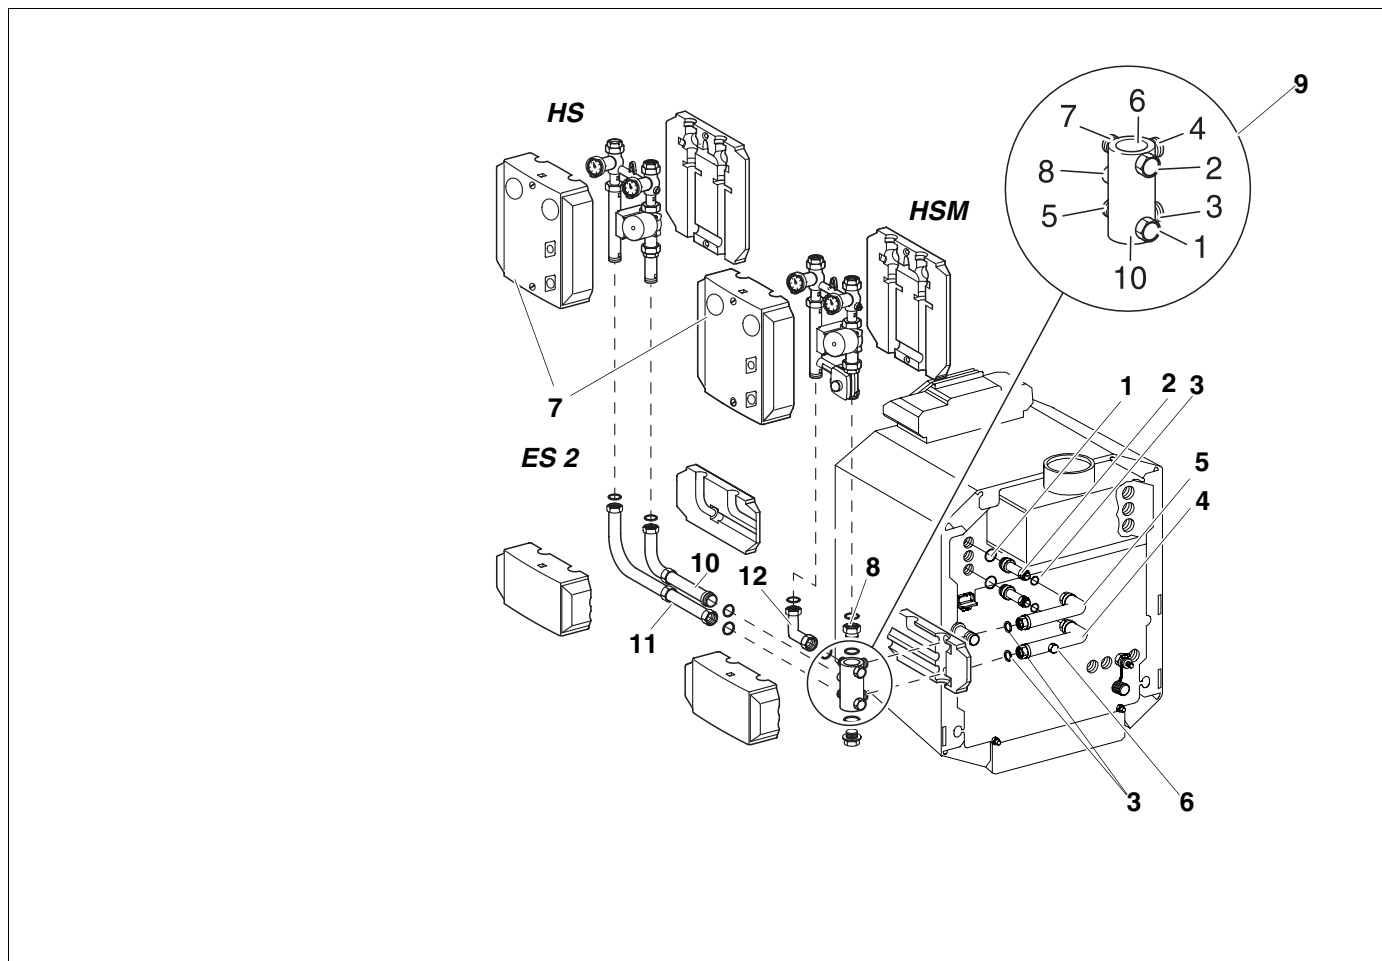

Fig. 12 Montaggio parallelo laterale a destra
Legenda per fig. 12
- Avvitare il doppio nipplo (10) con l'O-Ring all'uscita n. 8 del collettore di distribuzione
- Montare la curva con la guarnizione (3) (lato lungo).
- Inserire la guarnizione (3) nel raccordo intermedio (11) come indicato in fig. 12 e avvitare il raccordo all'uscita n. 5 del collettore di distribuzione.
- Montare la curva con la guarnizione (3) (lato corto (fig. 12)).
- Avvitare il set circuito di riscaldamento con o senza miscelatore (HSM o HS) secondo quanto indicato in fig. 12.